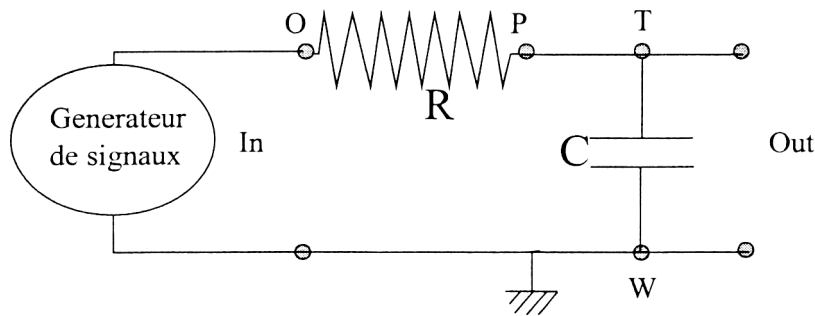

FIGURE 1 Schéma du circuit RC.
- ▷ Effectuez le montage tel qu'illustré à la figure 1 avec la résistance et le condensateur.